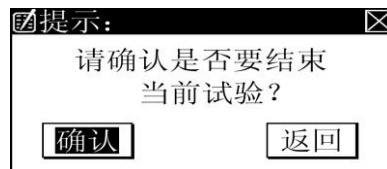

图 7.6
2) 将光标移到“停止”按钮，按“确认”键出现对话框如图 7.6 所示：